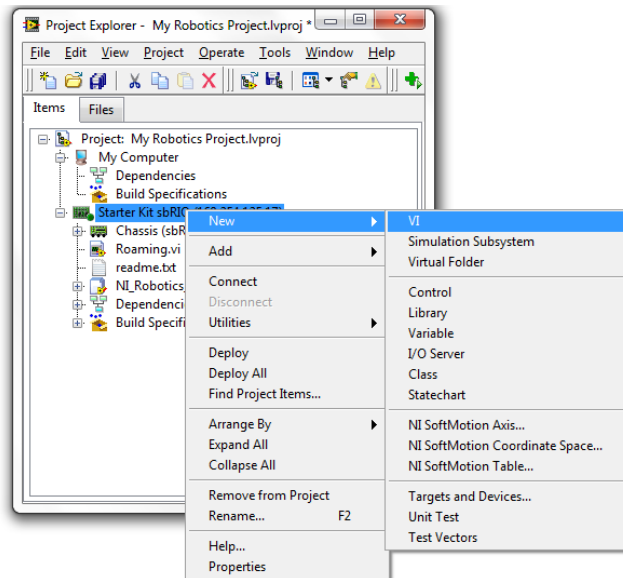
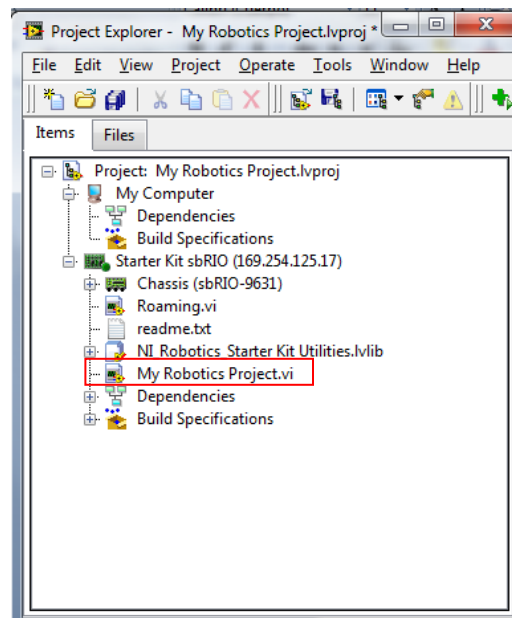

Fig. 19. Inicio de un nuevo VI.
Fig. 20. Verificación del nuevo VI.
1. Ahora empezara la primera aplicación con el Starter Kit DANI. Primero vaya a la ventana del Project Explorer y haga click derecho sobre Starter Kit sbRIO (169.254.125.17) → New → VI (Fig. 19). No olvide guardar este archivo en el escritorio con el nombre de My Robotics Project. (para verificar que está dentro del proyecto verifique en la ventana del Project Explorer que aparece como en la Fig. 20)